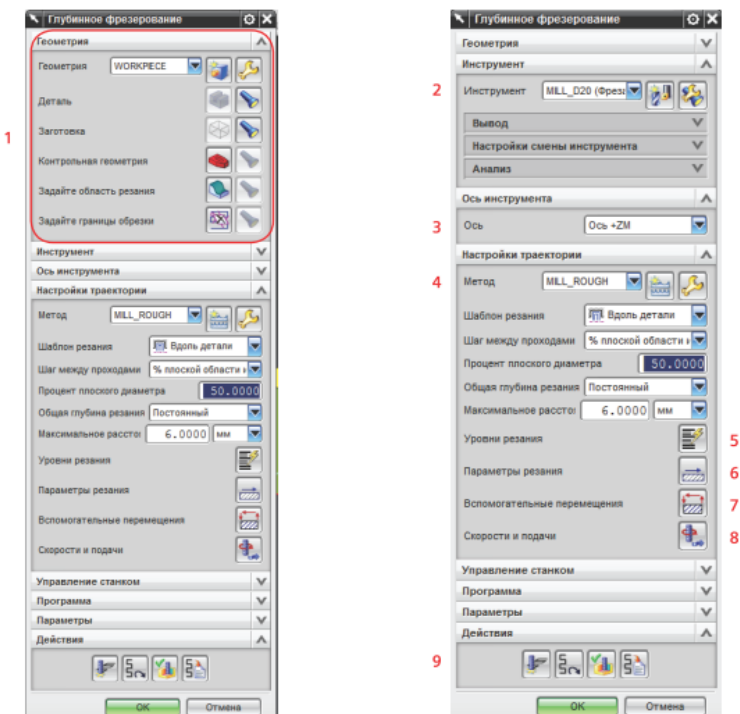
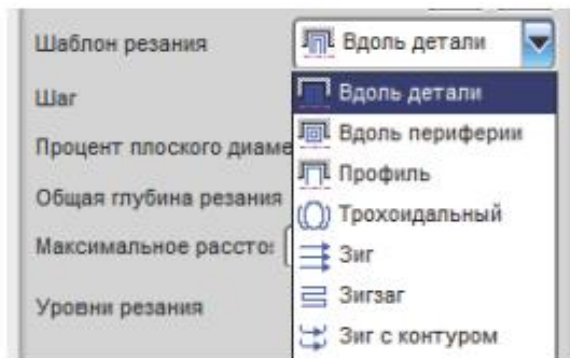
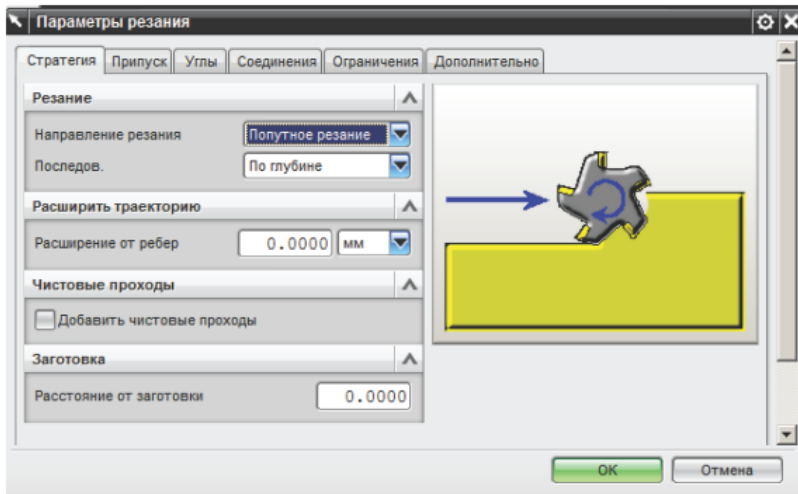

Рисунок 2.2 – Параметри операції CAVITY_MILL
Рисунок 2.4 – Шаблиони різання операції CAVITY_MILL
Рисунок 2.5 – Параметри різання
Група параметрів Геометрія (1) задає різні об'єкти геометрії (рис. 2.2), з якими працює операція.
Закон руху інструменту в рівнях - це Шаблон різання. Шаблиони задаються в основному діалоговому вікні операції в групі 4 (рис. 2.2). Можливі значення шаблону різання показані на рис. 2.4.
Інші параметри шаблону описуються в Параметрах різання (група параметрів, позначена цифрою 6 на рис. 2.2) і будуть розглянуті окремо нижче.
Ця група параметрів позначена на рис. 2.2 цифрою 6. При виборі команди Параметри різання відкривається нове діалогове вікно (рис. 2.5).
Рухи підходу, відходу, обходу відображаються одним кольором - синім. Прискорені переміщення показуються червоним кольором. Ця група параметрів позначена на рис. 2.2 цифрою 7.